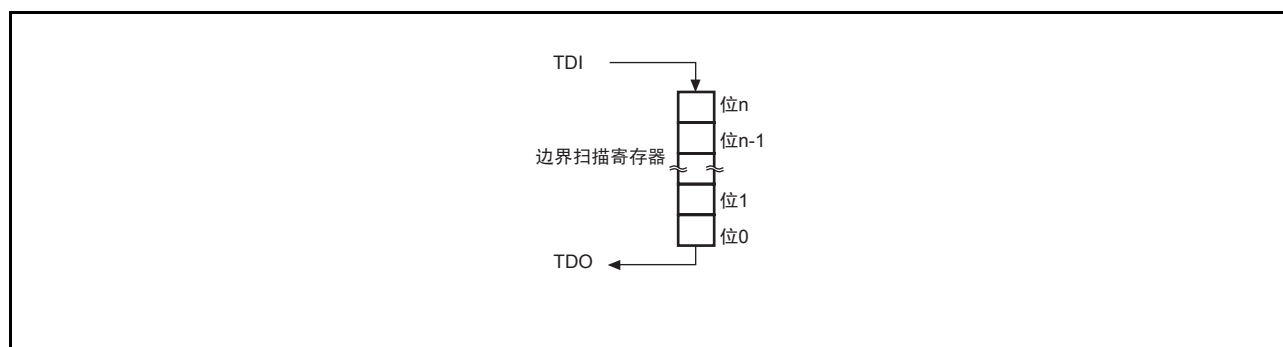

图 13.5 串行数据输入输出
- 从LSB开始串行传送时的数据输入输出。图13.5所示的是串行数据输入输出。